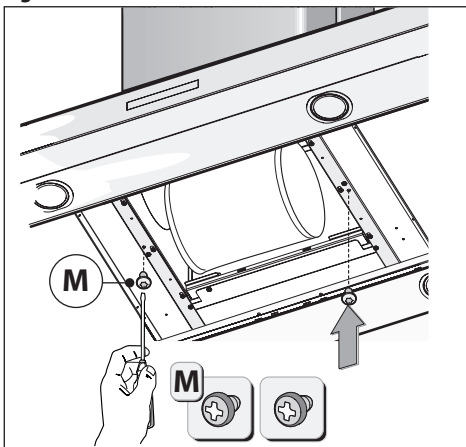

Fig.14
- Se necessario, fissare dall'interno, il camino decorativo inferiore alla cappa, utilizzando le viti **M** (Fig.14). Provvedere infine a ricollocare i filtri antigrasso nel loro alloggiamento.